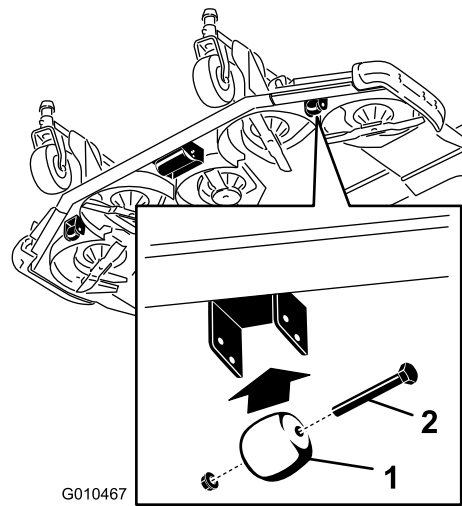

Bild 29
1. Nehmen Sie die Schraube und die Mutter ab, mit denen die Rollenwelle an der Mähwerkhalterung befestigt ist (Bild 29).
1. Entfernen Sie die Schraube und Mutter, mit denen die Radstelze an den Mähwerkhalterungen befestigt ist (Bild 29).